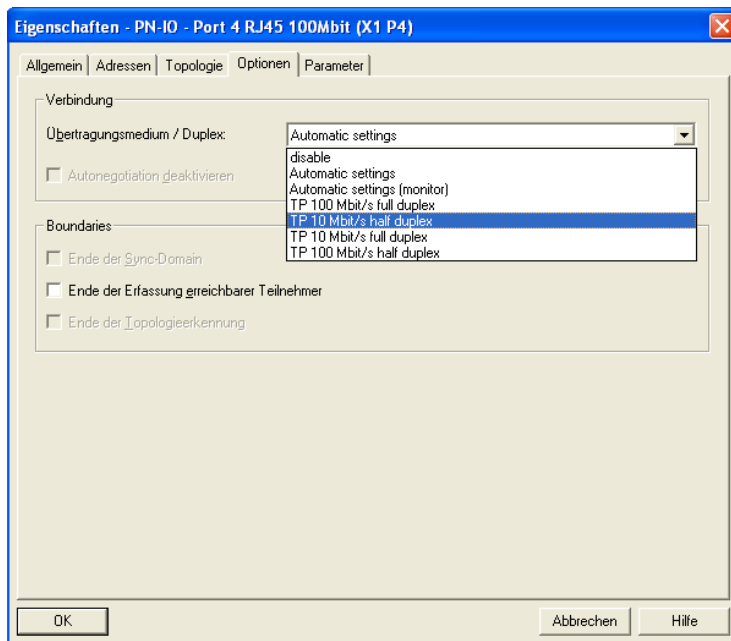

Abb. 16: Dialog zur Eingabe der Verbindungs-Optionen
- Wählen Sie unter „Verbindung/Übertragungsmedium/Duplex“ die gewünschte Einstellung für den Port aus (siehe Abbildung 16).